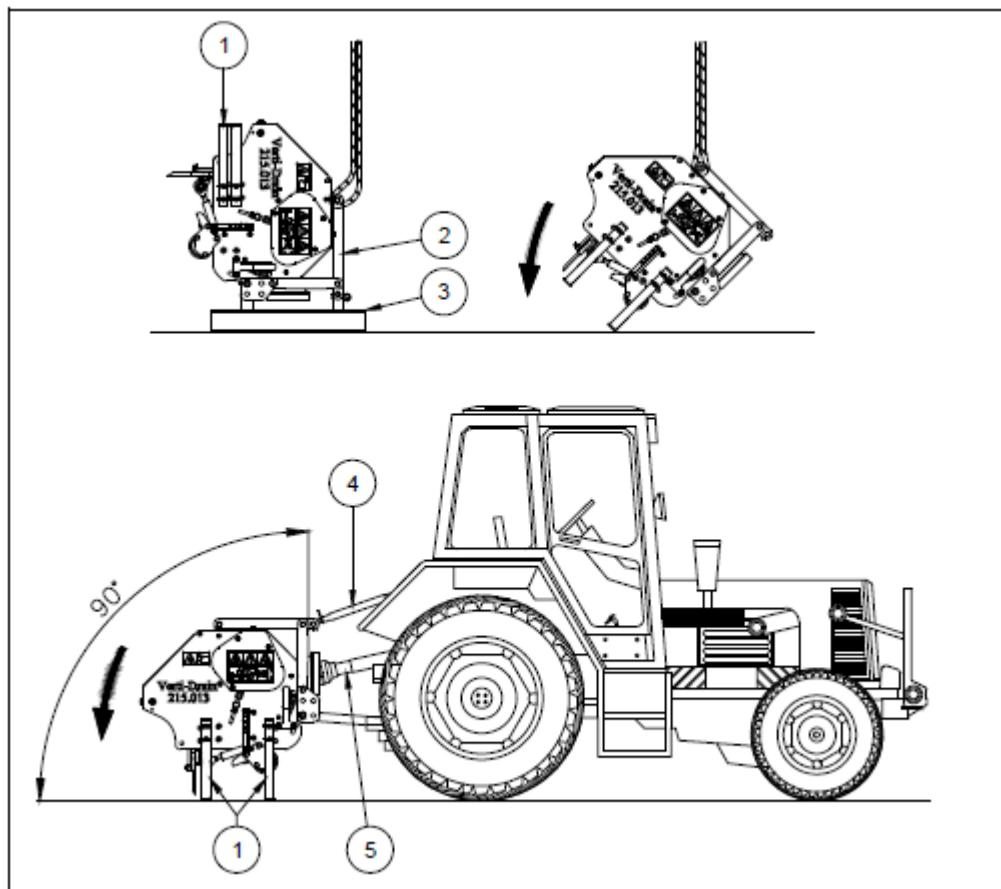
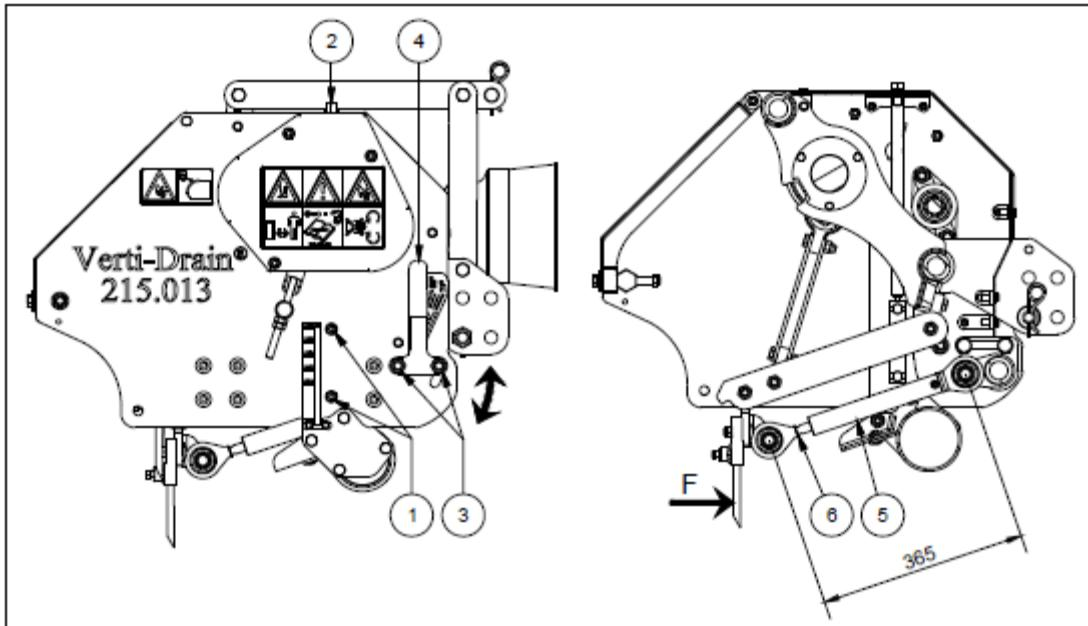

Рис. 8
Рис. 10
Машина установлена вертикально на паллете. Для того чтобы снять ее с паллеты и поставить горизонтально выполните следующие действия (Рис. 8):
Глубину обработки можно регулировать при поднятой машине (перед началом работы) или во время работы (Рис. 10):
Для регулировки угла пальцев следуйте следующим инструкциям (Рис. 10):
1. Ослабьте гайки (3) на один оборот.
2. Установите необходимый угол пальцев с помощью рукоятки (4).
3. Затяните гайки (3).
- ✓ С углом 90° пальцы прямо входят в землю только при правильной установке машины, (Рис. 8). Если машина установлена неправильно, возникает сила F (рис. 10), которая может привести к повреждению машины.
- ✓ Длина соединительной тяги (5) должна составлять 365 мм (14,4 дюймов), которую можно проверить с помощью клина (6).
- ✓ Если аэратор неправильно присоединен к трактору (Рис. 8), разные углы соединения ВОМ могут стать причиной вибраций в карданной передаче машины. Эти вибрации могут привести к поломке машины, а также стать причиной образования ям на обрабатываемом участке.